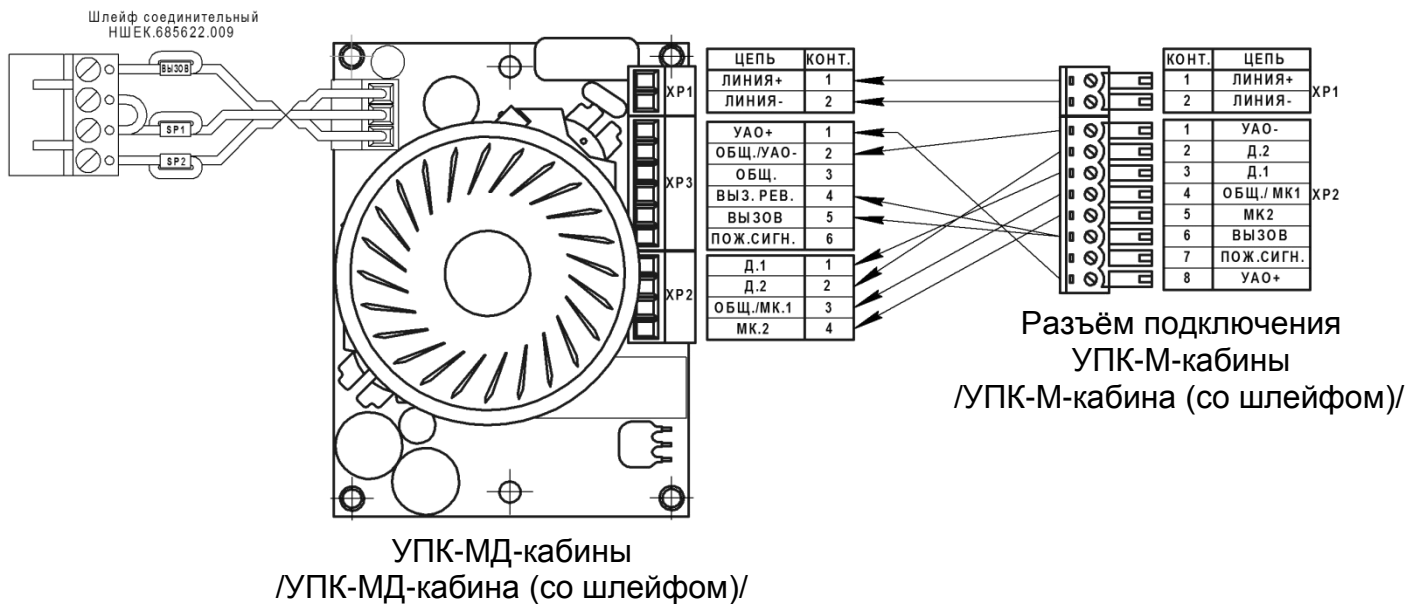

Рисунок 4.1
- При установке УПК-МД-кабины, УПК-МД-кабина (со шлейфом) и УП(К)-М-крыша кабины взамен соответствующих устройств из состава системы СПСЛ-М, необходимо **произвести замену и перекоммутацию разъёма ХР2** согласно рис.4.1. При этом в конт.4 разъема ХР3 необходимо монтировать провод, пришедший с кнопки вызова с крыши кабины (ревизии), а в конт.5 - с кнопки вызова из кабины.